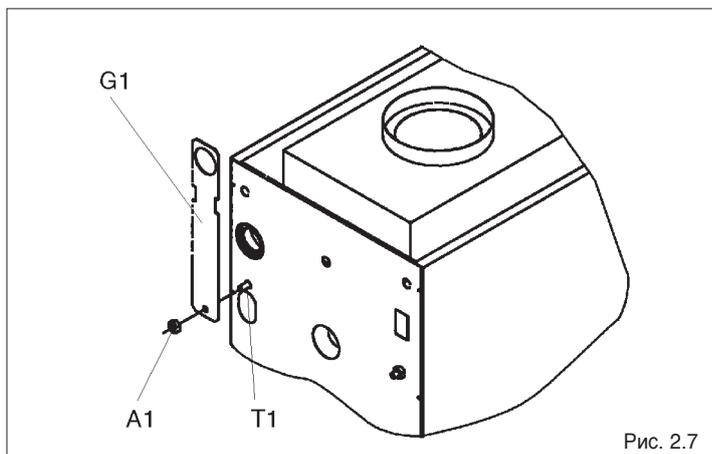

Рис. 2.7
- отверните гайку (A1) на задней панели (Рис. 2.7);